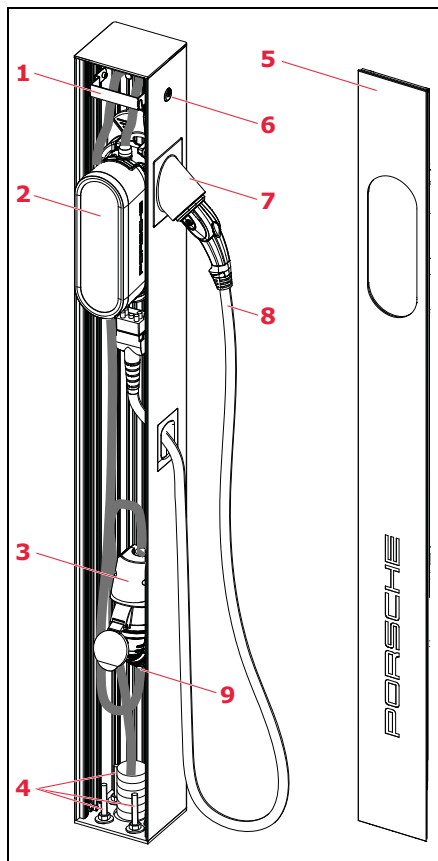

Fig. 1: Prospetto dei particolari
- Adattatore per connettore specifico per il paese per il supporto del connettore di ricarica (vedere fig. 1, pos. 7)